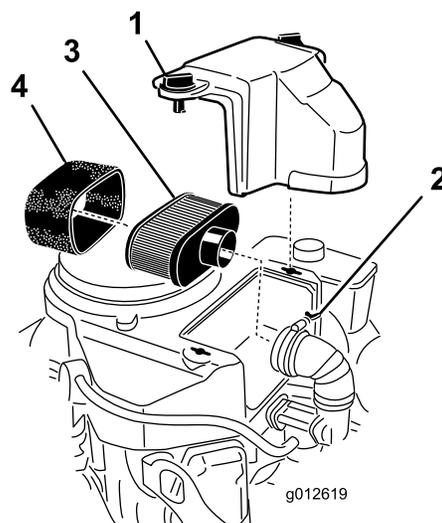

Figura 24
3. Limpie alrededor del limpiador de aire de forma que la suciedad no penetre en el motor y cause daños (Figura 24).
4. Desenrosque los pomos de la tapa y retire la tapa del limpiador de aire (Figura 24).
5. Desenrosque la abrazadera y retire el conjunto del limpiador de aire (Figura 24).
6. Retire cuidadosamente el filtro de gomaespuma del filtro de papel (Figura 24).
1. No limpie el filtro de papel, cámbielo (Figura 24)
1. Deslice cuidadosamente el elemento de gomaespuma sobre el elemento de papel (Figura 24).
- Coloque el conjunto del limpiador de aire sobre la base del limpiador de aire y fíjelo con 2 tuercas de orejeta (Figura 24).
- Coloque la cubierta del limpiador de aire y apriete el pomo de la cubierta (Figura 24).